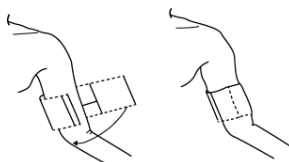

Рисунок 7-1 Надівання манжети
2. Надіньте манжету артеріального тиску на плече пацієнта відповідно до наведених нижче інструкцій (Рисунок 7-1).